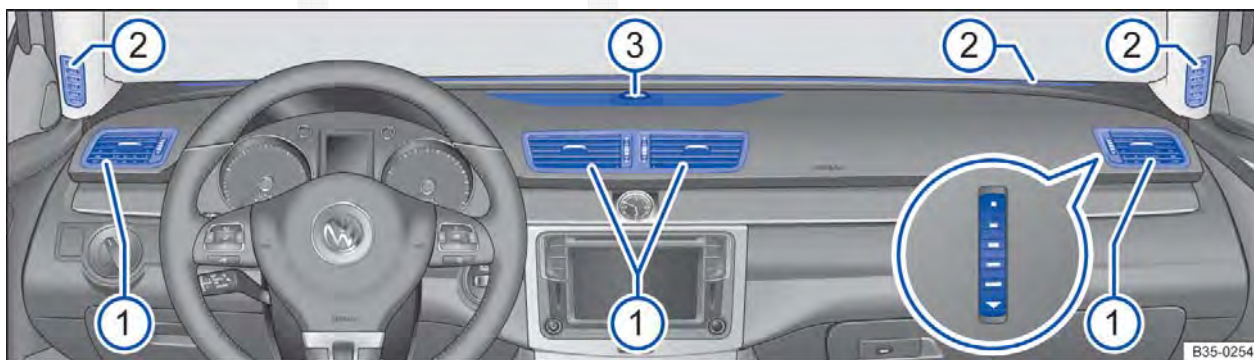

Fig. 184 No painel de instrumentos: difusores de ar.
Para que uma potência de aquecimento, uma refrigeração e uma entrada de ar suficientes sejam atingidas no interior do veículo, os difusores de ar ⇒ Fig. 184 ① devem ser mantidos sempre abertos.